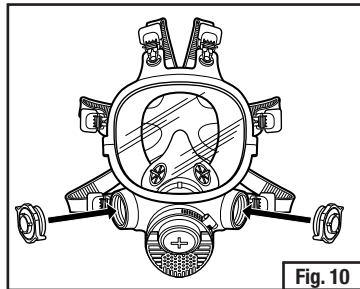

Fig. 10
2. El Adaptador tipo bayoneta 3M™ 701 permite la conexión del tubo de respiración de línea de aire dual a la Pieza facial de cara completa 3M™ (Fig. 10).